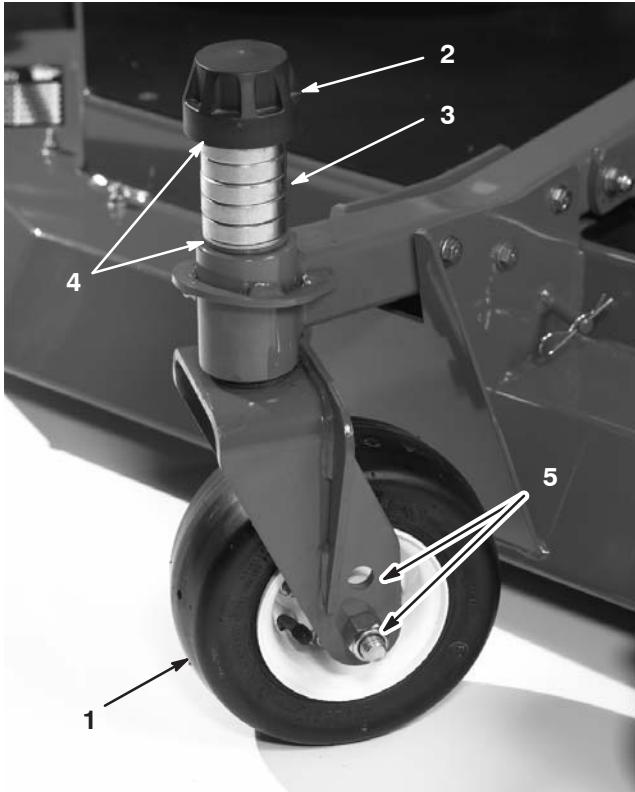

Figure 84
1. Enlevez le chapeau de tension de l'axe de pivot et sortez l'axe du bras pivotant (Fig. 84). Repositionnez les cales pour éléver ou abaisser la roue pivotante, selon les besoins, et obtenir la bonne inclinaison.